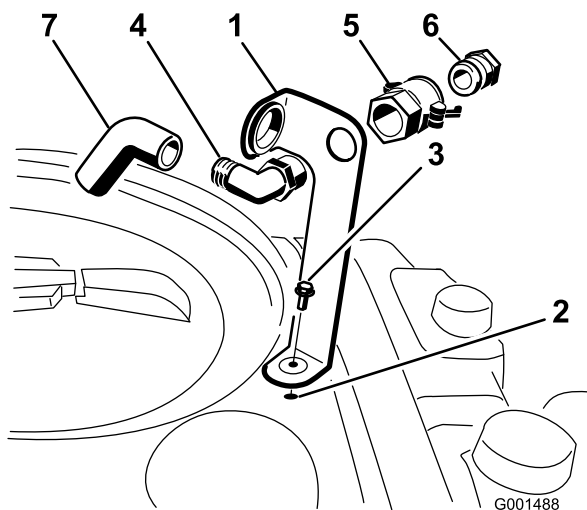

図 3
1. タンクに開けてあるネジ穴に合わせて補給ロブラケットをセットし、フランジヘッド・ボルト (5/16 x 3/4 インチ) で固定する (図 3)。
2. 90度エルボのネジ切りしている側をブラケットに通し、クイック・カップラでブラケットに固定する (図 3)。
3. クイック・カップラにホース・アダプタを取り付ける (図 3)。
4. カップラについているレバーをアダプタ側に倒してロックし、ヘアピンコッターで固定する (図 3)。
5. 逆流防止ホースを、ブラケットの大きな開口部に通してから、90度エルボに取り付ける (図 3)。